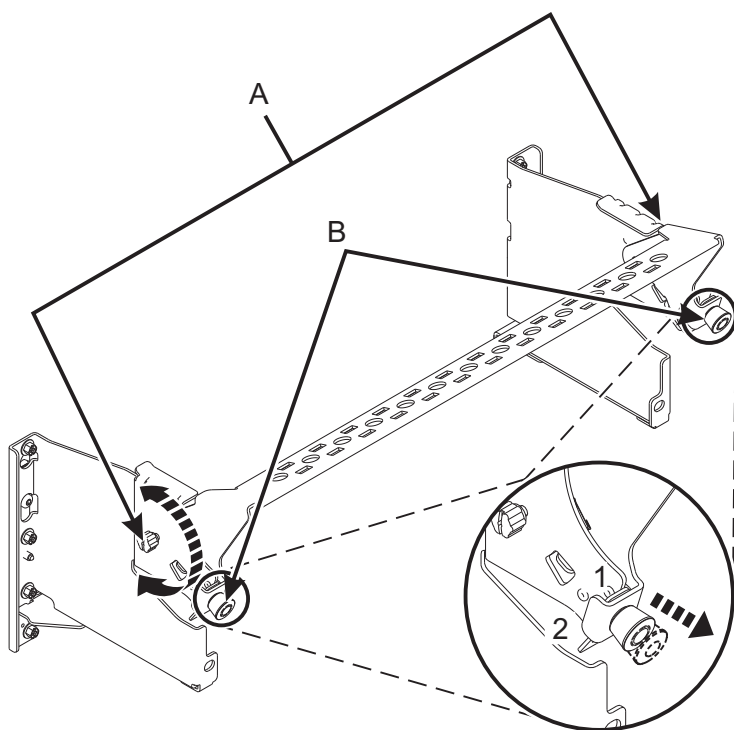

Figura 46. Col·locació de la peça de subjecció portacables en posició de servei
3. Poseu la peça de subjecció portacables a la posició de servei. Consulteu la Figura 46 a la pàgina 46.